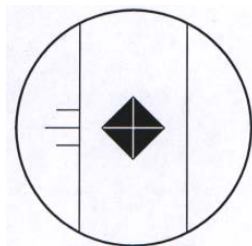

Abbildung 6-18 Richtiges Bild
5. Schauen Sie sich das Bild durch das 20x-Objektiv an. Eine der Diagonalen sollte jetzt Horizontal dargestellt werden. Siehe Abbildung 6-18.